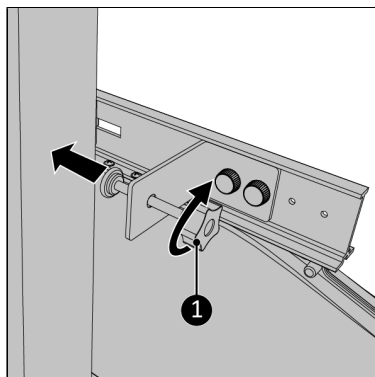

Figure 196.
15. Serrez soigneusement la vis de fixation sur la partie fixe du cadre de fenêtre (Figure 196, pos. 1).